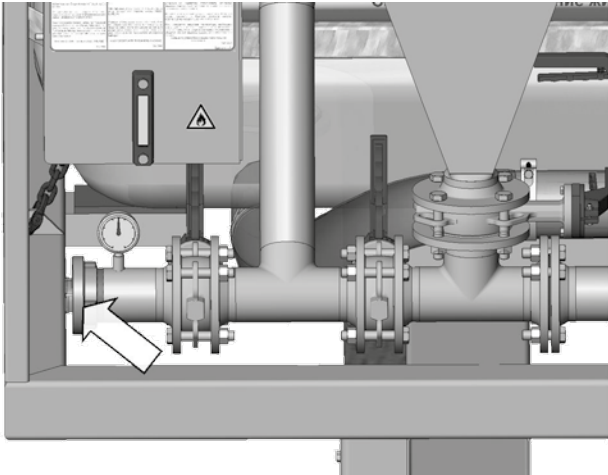

Abb. 21 Schlauch zum Bohrgerät anschließen
1. Schließen Sie den Schlauch zum Bohrgerät an der Storz-B-Kupplung (Abb. 21) auf der linken Seite der Anlage an.